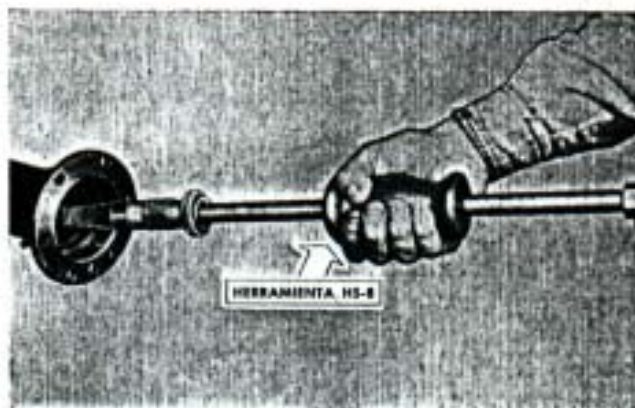

Fig. 205. — Extrayendo el retén de aceite interior, con la herramienta HS-8.
B) Sacar el retén interior de aceite utilizando el extractor HS-8 y su suplemento en forma de gancho (Fig. 205).